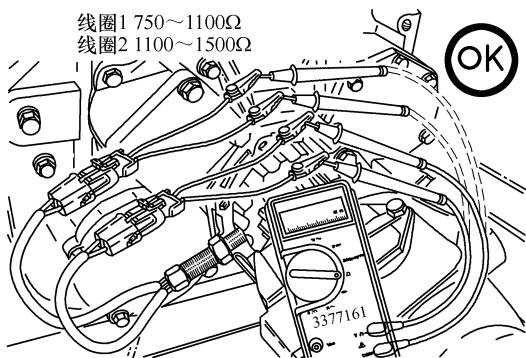
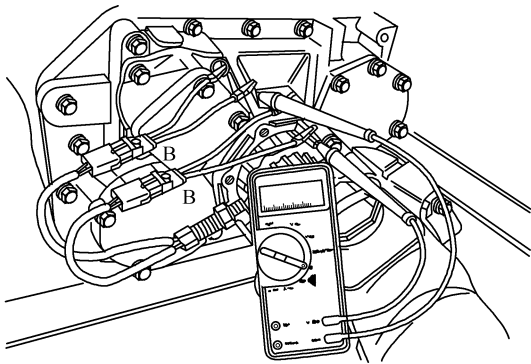

图 4-73 测量两个线圈的电阻
图 4-74 测量两个插头触针 B 之间的开路电阻
- ② 测量 VSS 传感器每个插头的两个触针之间的电阻，如图 4-73 所示，一个线圈的电阻应为 $750 \sim 1100\Omega$ ，另一个线圈电阻应为 $1100 \sim 1500\Omega$ 。如果测得电阻不在此范围，更换 VSS。
(6) 检查是否对地短路
- ① 测量一个插头触针 B 与接地间的电阻，应大于 $100\text{k}\Omega$ ，即显示为开路。如果不是开路，则 VSS 有故障，应当更换 VSS。
- ② 测量另一个插头触针 B 与接地间的电阻，应大于 $100\text{k}\Omega$ ，即显示为开路。如果不是开路，则 VSS 有故障，应当更换 VSS。
- (7) 检查线圈之间是否短路 测量两个插头触针 B 之间的电阻，如图 4-74 所示，电阻应大于 $100\text{k}\Omega$ ，显示开路。如果电阻不大于 $100\text{k}\Omega$ ，则 VSS 有故障，必须更换 VSS。